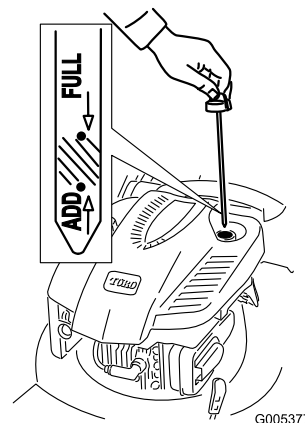

Figura 6
1. Retire la varilla (Figura 6).
2. Vierta **lentamente** aceite en el tubo de llenado hasta que el nivel llegue a la marca Full de la varilla (Figura 6). **No llene demasiado.** (Capacidad máxima: 0,59 litros, tipo: SAE 30W, aceite detergente con clasificación de servicio API SF, SG, SH, SJ, SL o superior.)
1. Retire la varilla, límpiela, y vuelva a colocarla (Figura 6).
2. Retire la varilla y compruebe el nivel de aceite (Figura 6). Si el nivel de aceite está por debajo de la marca Add de la varilla, vierta **lentamente** aceite en el tubo de llenado hasta que el nivel llegue a la marca Full de la varilla. **No llene demasiado.** (Capacidad máxima: 0,59 litros, tipo: SAE 30W, aceite detergente con clasificación de servicio API SF, SG, SH, SJ, SL o superior.)